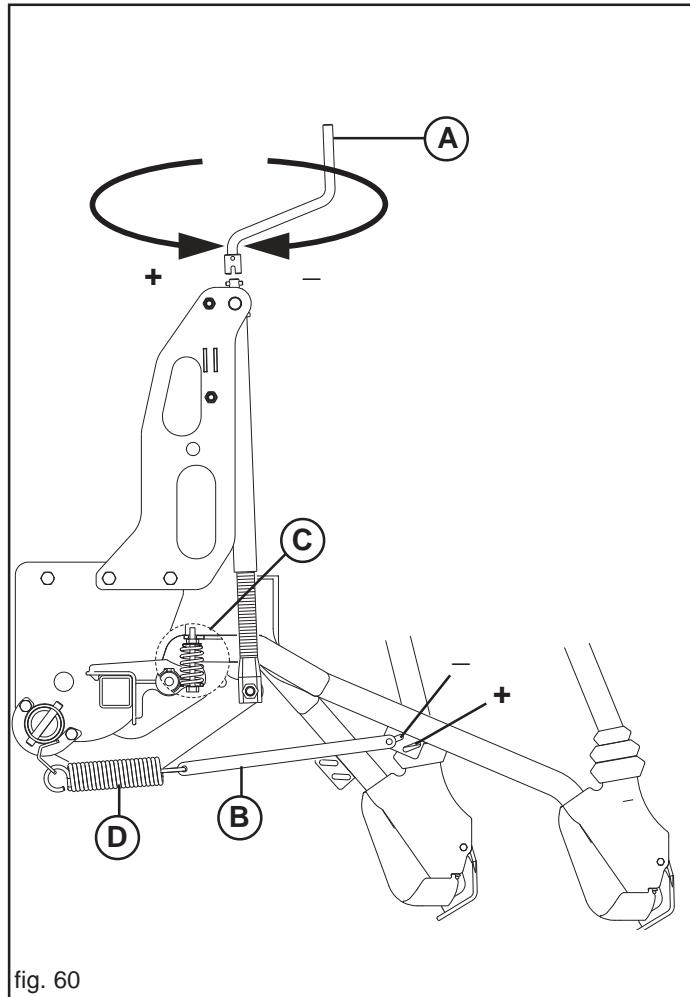

fig. 60
La profundidad de la siembra viene graduada, simultáneamente por todos los surcadores, mediante una manivela (A Fig. 60) que permite, si girada en sentido opuesto a los horario, ejercer mediante los resortes de tracción, una mayor presión de los surcadores en el terreno y por lo tanto automáticamente una caída más profunda de la semilla.
Se puede graduar ulteriormente la presión individualmente variando la posición de los tirante (B Fig. 60).
Sólo con surcadores de bota está disponible, como accesorio, un muelle (C, Fig. 60) que permite poner a cero individualmente el peso el elemento de muelle (D) completamente descargado. En esta situación, es posible efectuar siembras superficiales.